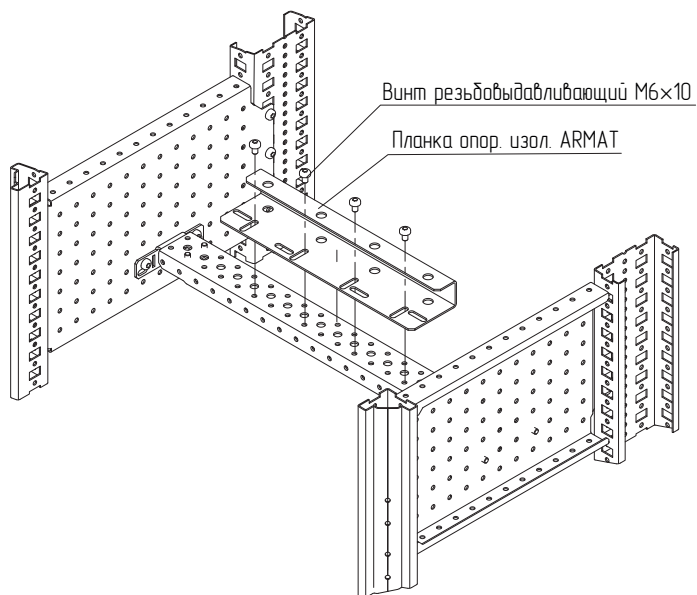

Рисунок 2
4.1.2 Установить планку опорных изоляторов ARMAT ACB на профиль монтажный 50×25 и закрепить винтами M6×10 (рисунок 2). Момент затяжки – 7 Н·м.